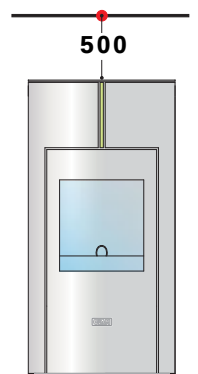

Abb.14
• Ablagen und Regale müssen mit einem Mindestabstand von 500 mm (**Abb. 14**) über dem Pellet-Kaminheizofen befestigt werden.